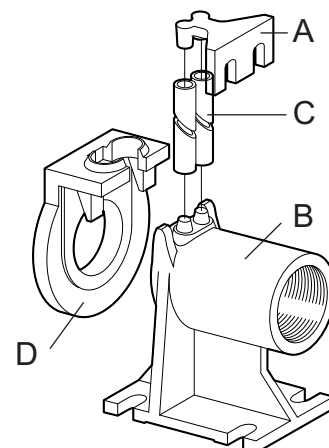

Abb. 7 Ankopplungs-Fuss
- Den Verankerungs-Bügel der Rohrführungen (Abb. 7 - Pos. A) am Rand des Beckens befestigen.
- Den Stützfuß zur automatischen Koppelung (Abb. 7 - Pos. B) am Boden des Abflussschachtes positionieren und mittels dem Senkblei überprüfen, dass die konischen Vorsprünge zum Einstecken der Rohrführungen mit den entsprechenden Vorsprüngen des Verankerungs-Bügels des Beckenrandes perfekt rechtwinklig sind. Es ist auch die Ebenheit mittels einer Wasserwaage zu überprüfen.
- Die Position der sich auf dem Stützfuß befindlichen Schlitze anzeichnen und dann die korrekte Länge der Führungsrohre (Abb. 7 - Pos. C) feststellen.
- Den speziellen Gleitflansch (Abb. 7 - Pos. D) auf die Auslassöffnung der Pumpe montieren und das Seil oder die Kette an die Griffe oder Schlitze am oberen Teil des Gehäuses anhaken.